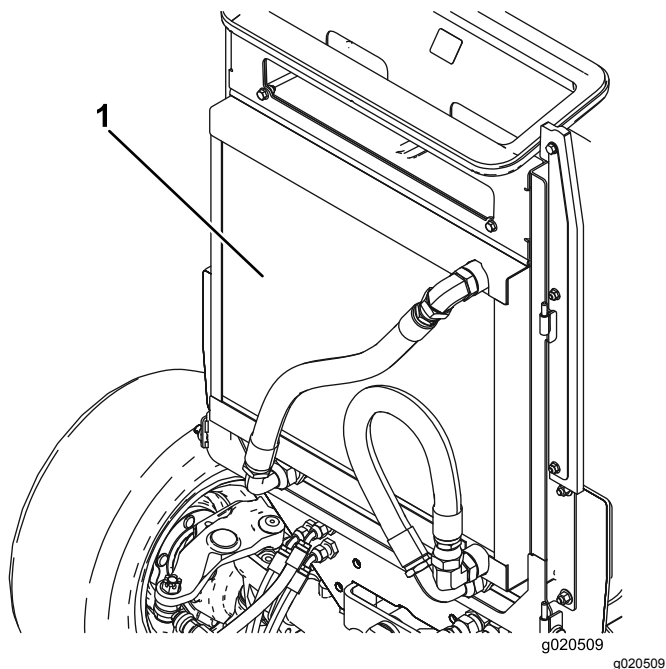

図 73
3. オイルクーラとラジエターの裏表を 図 73 圧縮空気ですくって丁寧に清掃する。機体の前側からエアを吹きつけて後ろ側にゴミを吹き飛ばします。その後、今度は後ろ側から前側に向かって吹きつけて清掃します。この作業を数回繰り返してごみやほこりを十分に落とす。